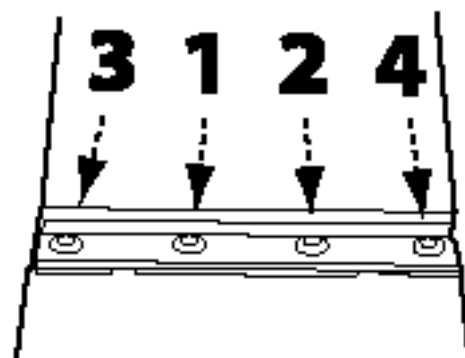

FIGURA 20
7. Instale la cuchilla nueva o recién afilada y la barra sujetadora en la cabeza de corte. Apriete ligeramente cada uno de los tornillos de fijación, asegurándose de seguir la secuencia que se muestra en la figura 20.